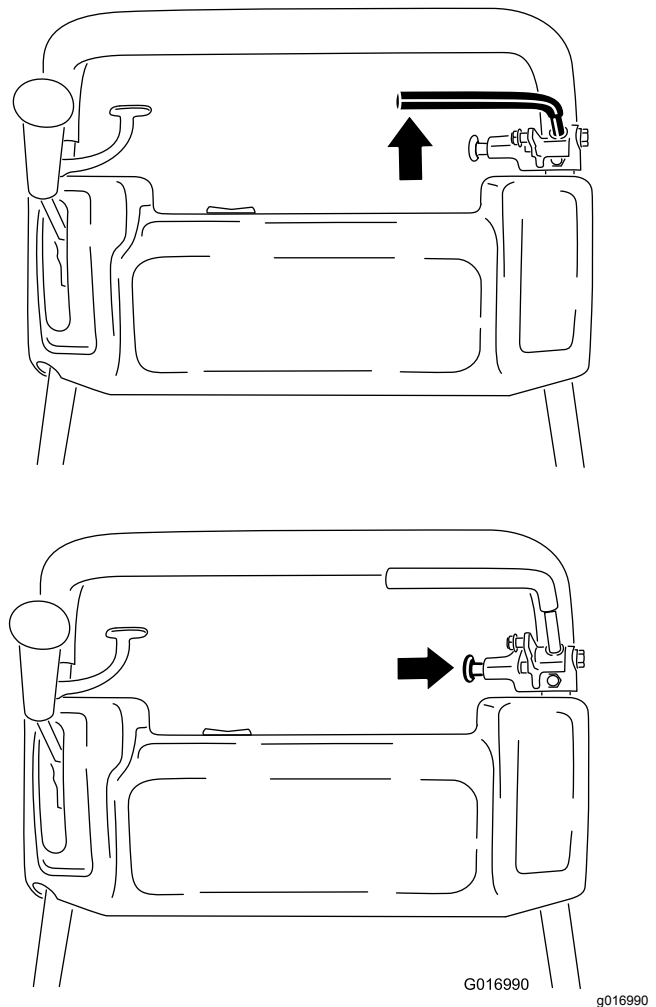

Figura 37
1. Engate o travão de serviço, empurre o manípulo do travão de mão e permita que o travão de serviço apoie no pino do travão de mão (Figura 37).